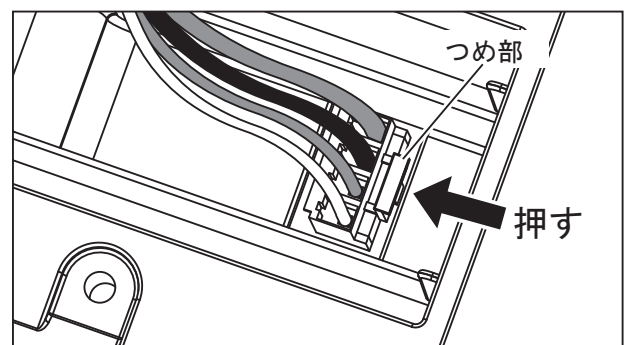

図 25
- 4) コネクタの根元近くにつめ部を押しながら、コネクタを取り外します。（図 25）